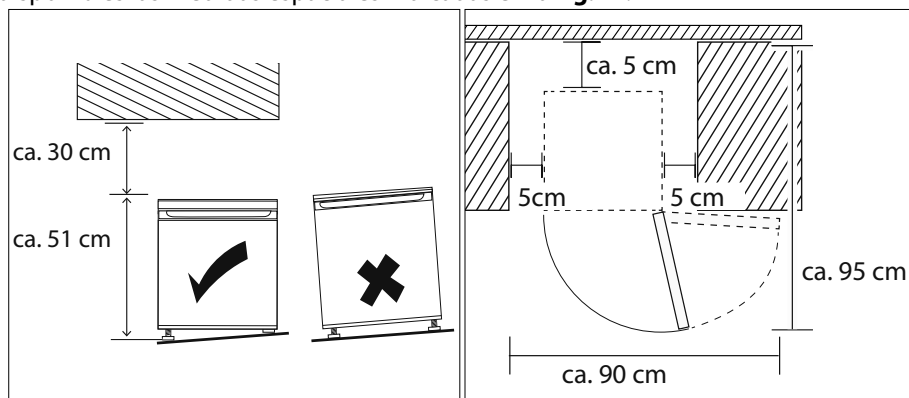

Fig. 11
Para poder abrir completamente la puerta de la cámara frigorífica (4), deben estar disponibles las medidas espaciales indicadas en la **fig. 11**.